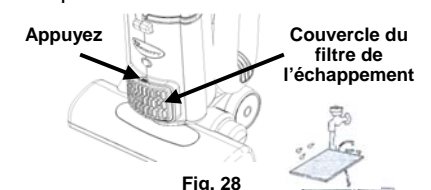

Fig. 28
1. Appuyez sur le bouton pour enlever le couvercle du filtre d'échappement. (Fig. 28)